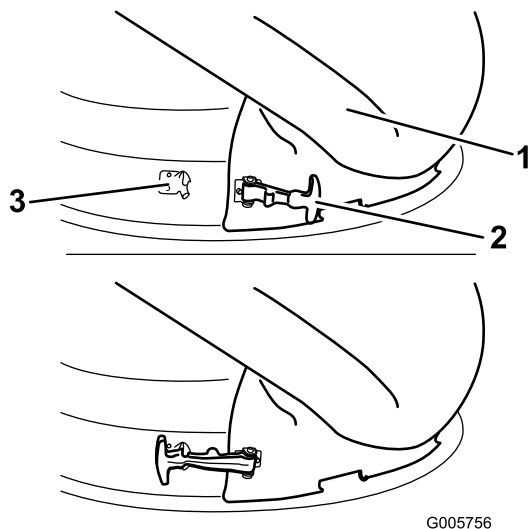

Figura 24
4. Fissate la guida di scarico al piatto da 127 cm agganciando il fermo flessibile sulla guida di scarico al fermaglio saldato sul piatto di taglio (Figura 24).